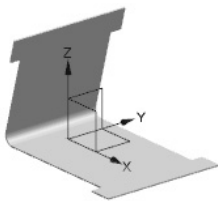
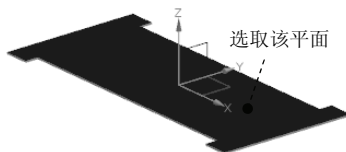

图 4.8.6 “折弯”特征 1
图 4.8.7 选取草图平面
Step4. 创建图 4.8.6 所示的“折弯”特征 1。选择下拉菜单 **插入(I)**  **折弯(B)**  **折弯(B)...** 命令，系统弹出“折弯”对话框；单击  按钮，系统弹出“创建草图”对话框，选取图 4.8.7 所示的平面为草图平面，单击 **确定** 按钮；绘制图 4.8.8 所示的折弯线，完成后退出草图环境；在“折弯”对话框 **折弯属性** 区域下的 **角度** 文本框中输入折弯角度值 105；在 **内嵌** 下拉列表中选择 **折弯中心线轮廓** 选项；在 **折弯参数** 区域中单击 **折弯半径** 文本框右侧的  按钮，在弹出的菜单中选择 **使用本地值** 选项，然后在 **折弯半径** 文本框中输入折弯半径值 1；其他参数采用系统默认设置；单击 **确定** 按钮，完成特征的创建。